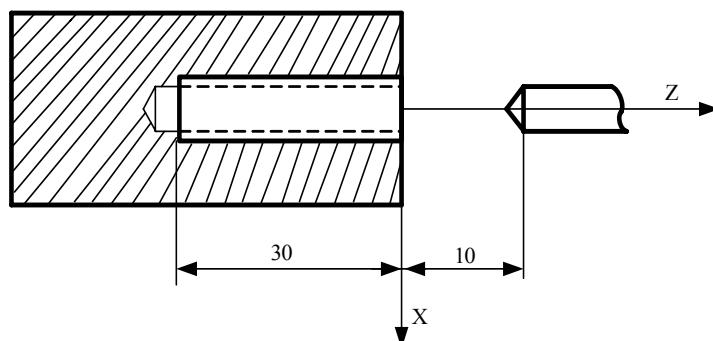

图 3-2-16-1 G33 攻丝循环
功 能1: Z 轴从起点位置 (G33 代码运行前的位置) 到 Z (W) 指定的终点位置的攻丝 (轨迹如图 3-2-16-1 所示), 主轴反方向旋转, Z 轴返回循环起点。